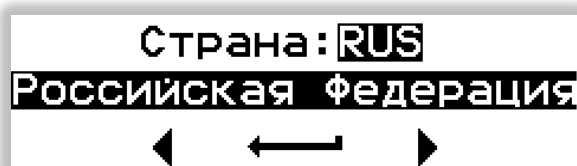

Рисунок 22. Страна регистрации ТС.
6.8.2.1.4 Страна регистрации ТС (см. Рисунок 22).